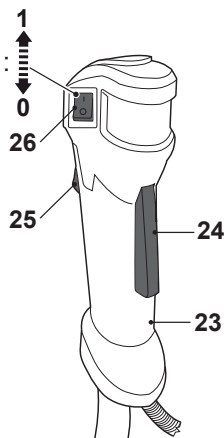

Fig. 17
La poignée est équipée de trois commandes (23) présentant les fonctions suivantes (Fig. 17) :
- > L'interrupteur (26) électrique permet de démarrer ou d'arrêter le moteur.
- > Réglez la vitesse du moteur au moyen de l'accélérateur (25).
- > Le verrouillage de l'accélérateur (24) empêche d'enclencher accidentellement la gâchette de l'accélérateur jusqu'à ce qu'il soit relâché manuellement.